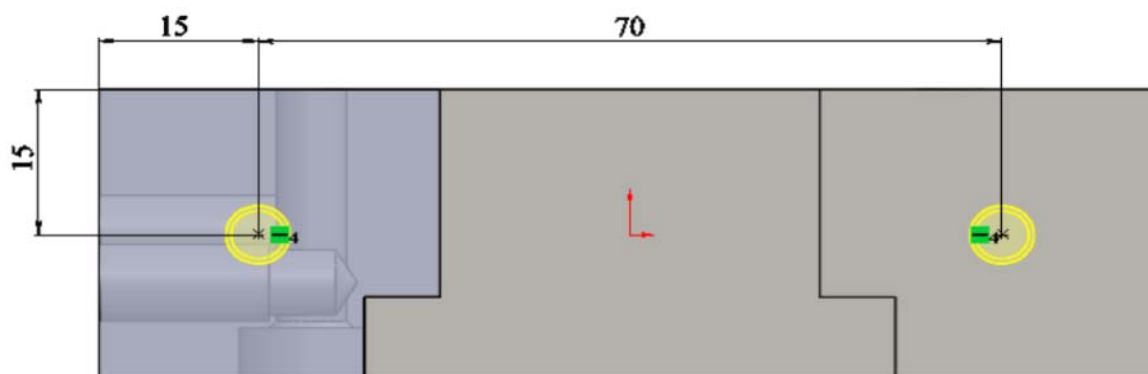

Рис. 2.38. Расположение отверстия
4. На передней грани детали необходимо создать резьбовое отверстие **M6** и глубиной резьбы **12 мм**. Расположение отверстий показано на рис. 2.38: